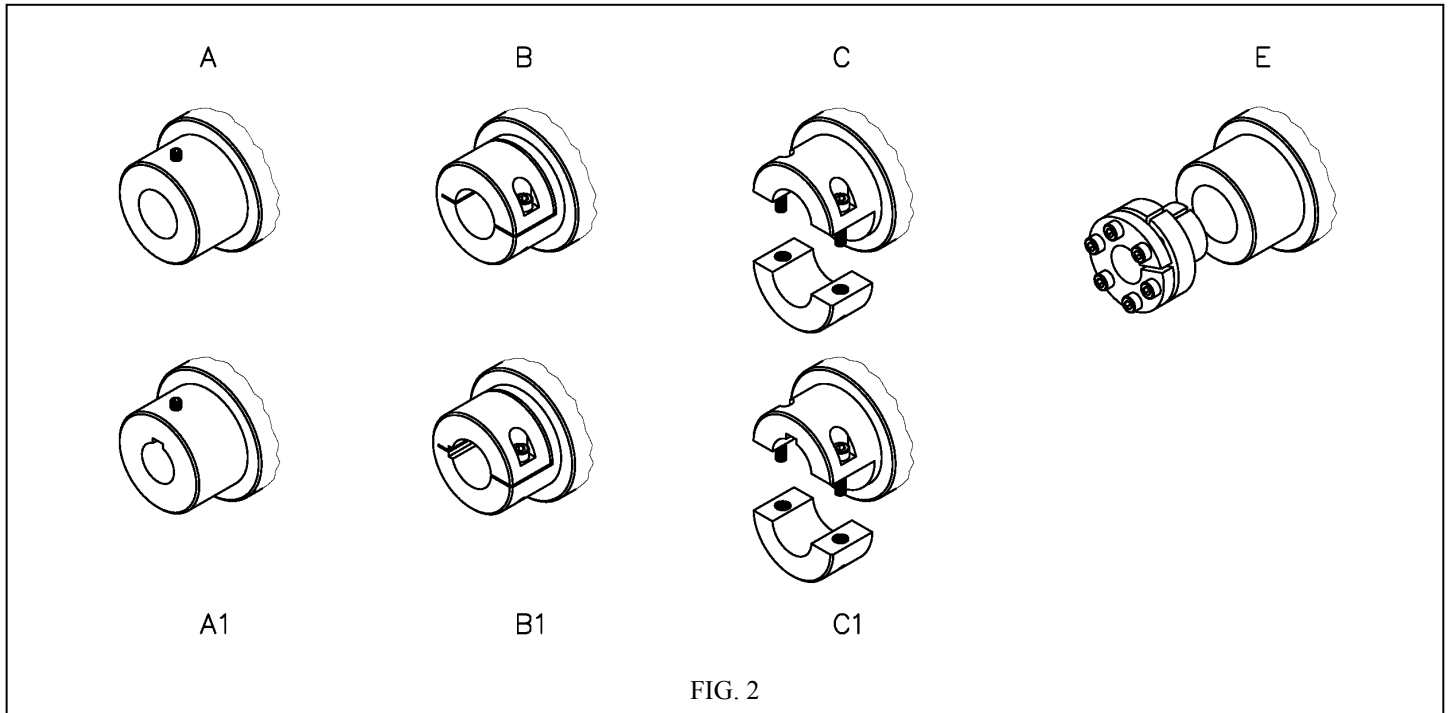

FIG. 2
- Il giunto può essere fornito sia senza foratura (foro grezzo) che con foro finito pronto per essere montato. In quest'ultimo caso, salva diversa specifica, il foro finito viene realizzato con tolleranza H7 e cava per linguetta secondo UNI 6604 (DIN 6885-1) con tolleranza H9 (bloccaggio A1 secondo Fig.2;pos.A1).
- The coupling can be supplied without finished bore (pilot bore) or with a finished bore ready to be assembled. In the last case, unless otherwise specified, the finished bore is machined with H7 tolerance and keyway according to UNI 6604 (DIN 6885-1) with H9 tolerance (hub connection type A1 show Fig.2;pos.A1).
- Salvo diversa indicazione il fissaggio del giunto può essere effettuato radialmente con un grano sulla cava (Fig.2; pos.A1). Oltre a questi fissaggi, a richiesta, sono disponibili sistemi con bloccaggi a morsetto (fig.2; pos.B, B1, C, C1) e con calettatori interni (Fig.2; pos.E).
- Unless otherwise indicated the fixing of the coupling can be made radially with a grub screw on the keyway (Fig.2; pos.A1). In addition to these hub connections, on request, are available clamp hubs in one or two parts (fig.2; pos.B, B1, C, C1) or with internal locking assembly (Fig.2; pos.E).